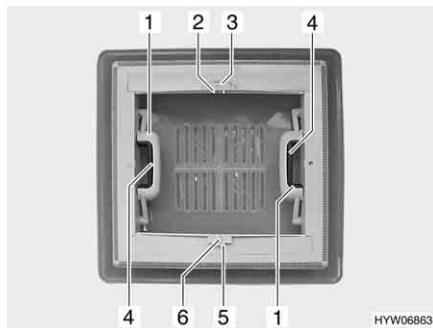

Fig. 15 Oblò a scatto
**Apertura:** ■ Premere la chiusura a scatto (Fig. 15,4) verso l'interno dell'oblò. Premere contemporaneamente verso l'alto l'oblò con la maniglia (Fig. 15,1).
**Chiusura:** ■ Tirare con forza verso il basso le due maniglie (Fig. 15,1) dell'oblò, fino a quando non scattano entrambe le chiusure.
**Chiusura:** ■ Premere l'arresto (Fig. 15,5) verso il lato esterno dell'oblò.
■ Tirare l'oscurante a rullo per la maniglia (Fig. 15,6) fino alla maniglia contrapposta della zanzariera a rullo (Fig. 15,2) e farla innestare.
**Apertura:** ■ Serrare la maniglia (Fig. 15,2). L'arresto si sblocca.
■ Ricondurre lentamente l'oscurante a rullo accompagnandolo con la maniglia (Fig. 15,6).
- Premere l'arresto (Fig. 15,3) verso il lato esterno dell'oblò.
- Tirare la zanzariera a rullo per la maniglia (Fig. 15,2) fino alla maniglia contrapposta dell'oscurante a rullo (Fig. 15,6) e farla innestare.
- Serrare la maniglia (Fig. 15,2). L'arresto si sblocca.
- Ricondurre lentamente la zanzariera a rullo accompagnandola con la maniglia (Fig. 15,2).